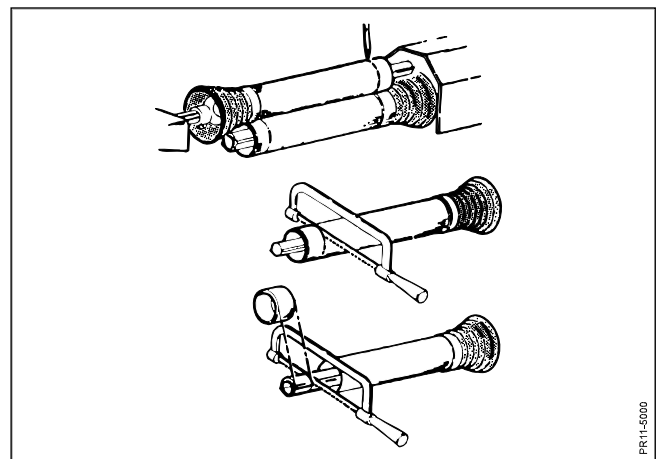

Fig. 4.4
**Fig. 4.4** Sätt fast kraftöverföringsaxelhalvorna lämpligtvis i PTO och PIC (kraftintag på maskin) tapparna, då dessa befinner sig på samma höjd och mitt för varandra. (Det för denna maskin det kortaste avståndet).